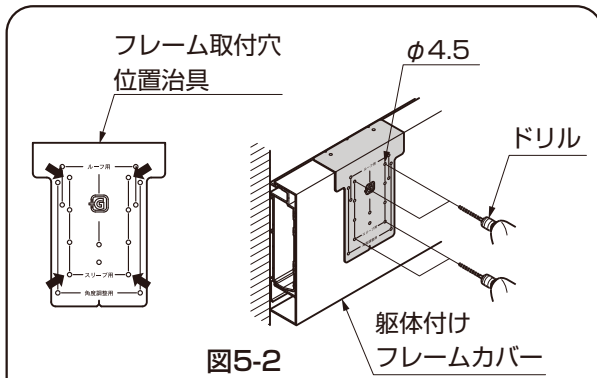

図5-2
- ① フレーム取付穴位置治具を躯体付けフレームカバーに当て、ケガキ、ドリルでφ4.5の穴をあけてください。(図5-2参照)
- ② スリーブを躯体付けフレームに【12-2】で取付けてください。
- ③ フレームをスリーブに【12-1】、フレーム取付金具で取付けてください。